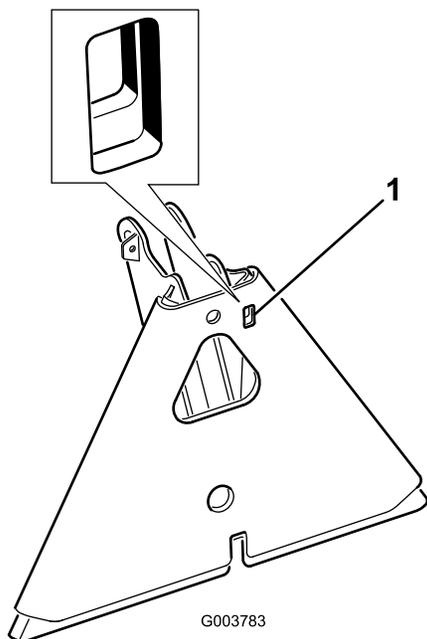

Figure 17
**Remarque:** Si l'adaptateur de l'accessoire se coince sur l'adaptateur du groupe de déplacement, insérez un levier/tournevis dans la fente prévue pour désengager les pièces (Figure 17).